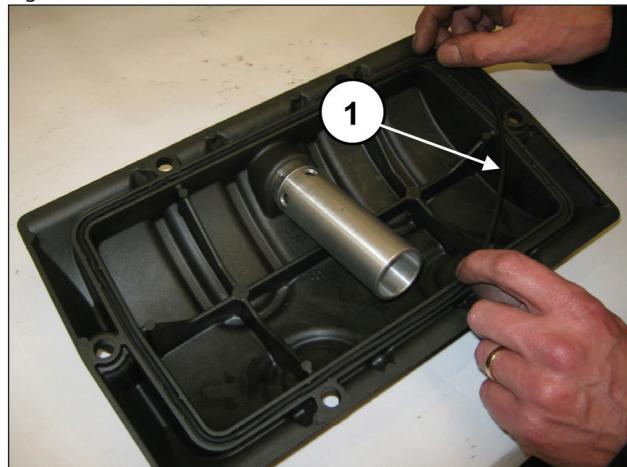
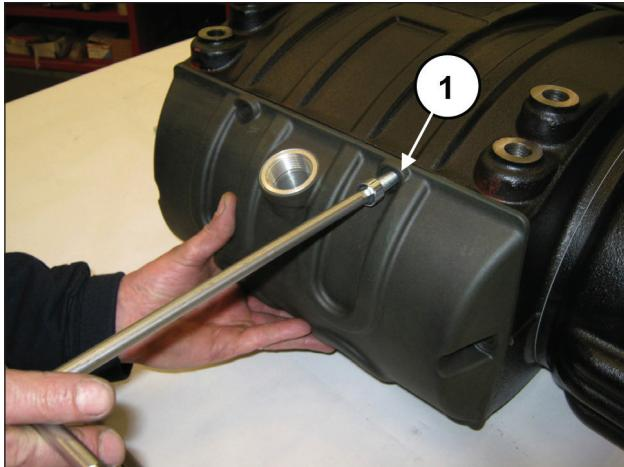

Fig. 72
Fig. 73
Introducir la junta tórica en la tapa posterior (pos. ①, Fig. 72) y montar la tapa en el cárter con los 6 tornillos M10x30 (pos. ①, Fig. 73).